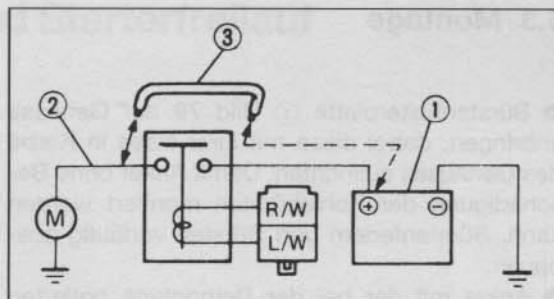

Bild 77
● Starterkabel ② Bild 77 und positiven Anschluss der Batterie mit Überbrückungskabel ③ miteinander verbinden. Starter muss arbeiten, andernfalls ist Starter defekt.